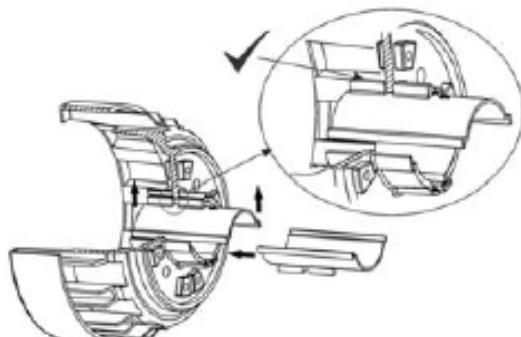

Рис. 8.3.2 А - Установка вкладышей
- Вставьте пару соответствующих вкладышей (см. приложение А), убедитесь, что их выступы вставлены в желобки корпуса магнитной полумуфты привода. Это гарантирует, что вкладыши установлены правильно и могут быть извлечены в будущем (Рис. 8.3.2 А).